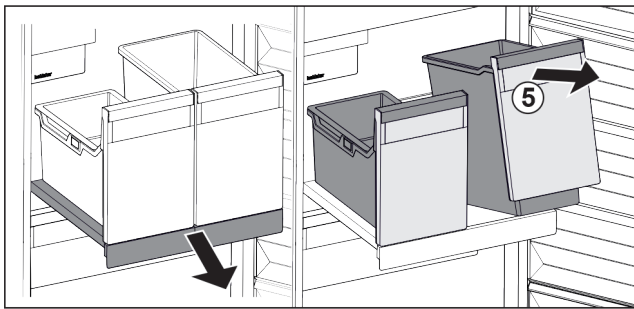

Fig. 84
- ▶ Levantar el recipiente Fig. 84 (5) por delante.